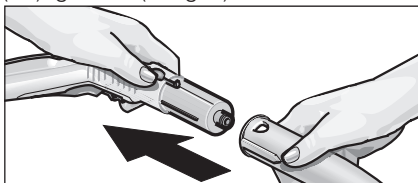

Fig. 2: Påsætning af tilbehør på damp pistolen
- Forbind den ønskede tilbehørsdel (D1,E1,F1) med damp pistolen (C1). Stik den rørførmede ende af det valgte stykke tilbehør på damp pistolen (C1). Skub tilbehørsdelen på damp pistolen og lad åbnetasten (C3) gå i hak (se fig. 2).